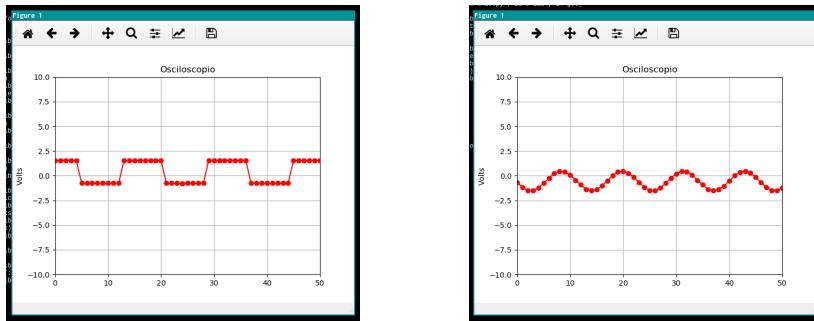

Figura 3: Resultados
5. Por último se debe compilar el programa de Arduino en el editor del mismo para mandarlo a la tarjeta y correr el programa en python para visualizar los datos que Arduino manda dando como resultado las imágenes de la figura 3